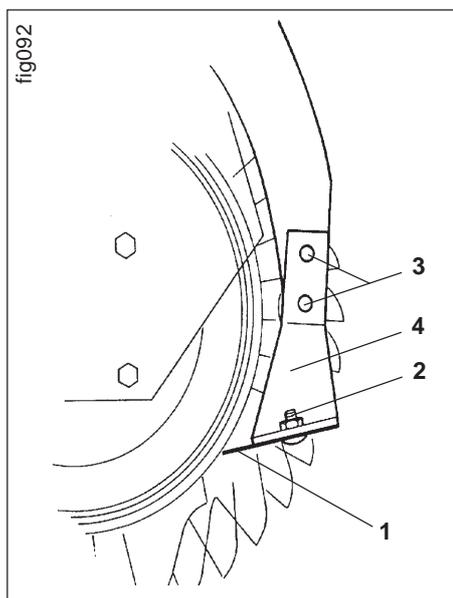

Fig. 11.3
Des décroisseurs réglables (fig. 11.3/1) en acier élastique, fixés très près du sol, donnent au rouleau packer AMAZONE la faculté d'être "imbourrable". Les décroisseurs sont réglés en usine pour utilisation en sols légers et moyens. Pour les sols plus gras, il est recommandé de régler l'angle d'attaque des décroisseurs de manière plus aigüe. Un tel réglage n'est cependant nécessaire que lorsque la couche de terre adhérent au cylindre dépasse l'épaisseur de 2 mm. Le rattrapage de l'usure des décroisseurs s'obtient par un nouveau réglage des décroisseurs. Les décroisseurs fortement usés doivent être remplacés.
- Desserrez les vis de fixation (fig. 11.3/2) puis amenez les décrotteurs (fig. 11.3/1) en contact avec le cylindre du rouleau. Resserrez ensuite les vis (fig. 11.3/2) à fond. Les décrotteurs (fig. 11.3/1) ne doivent appuyer que légèrement sur le cylindre.
- Dévissez toutes les vis (fig. 11.3/2) et repoussez les décrotteurs (fig. 11.3/1) en arrière dans leur trou oblong respectif jusqu'en butée.
- Desserrez les vis (fig. 11.3/3) et repoussez identiquement tous les supports de décrotteurs (fig. 11.3/4), en fonction des conditions de sol, puis resserrez les vis à fond.
- Amenez les décrotteurs (fig. 11.3/1) en contact avec le cylindre du rouleau et serrez les vis (fig. 11.3/2). Les décrotteurs (fig. 11.3/1) ne doivent appuyer que légèrement sur le cylindre.